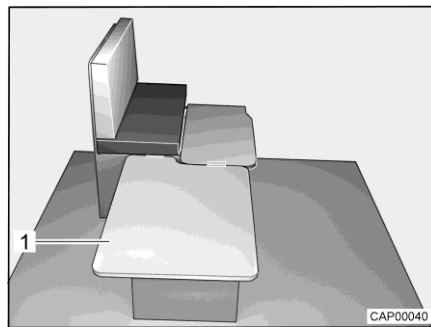

Bild 76 Under ombyggnaden
- Häng på stödplatta (Bild 76,1) sidledes på sittbänken och lägg på bordet.